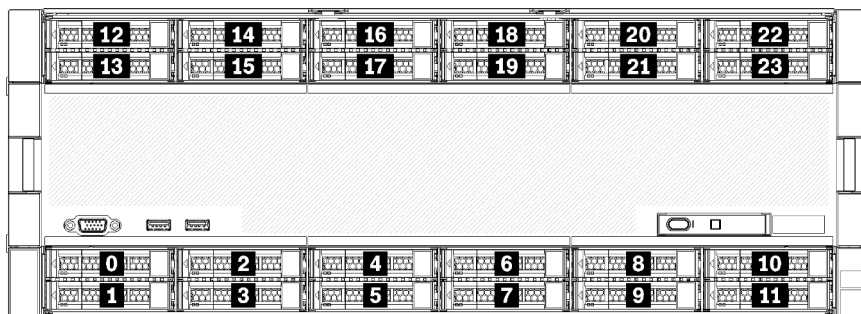

Figura 11. Posizioni dei vani delle unità
- Le due unità superiori supportano unità di interfaccia SAS, SATA o NVMe (Lenovo AnyBay). Il server può supportare fino a 12 unità NVMe, a seconda della configurazione del server. I vani delle unità compatibili con NVMe sono quelli con numeri pari, come mostrato in Figura 11 "Posizioni dei vani delle unità" a pagina 28.